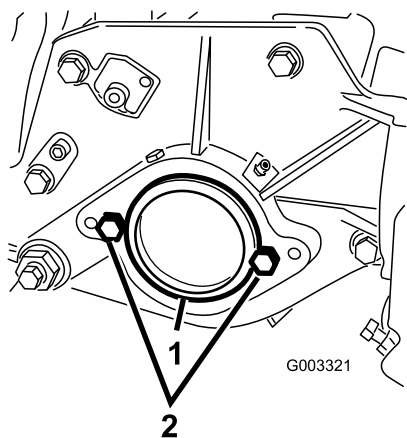

Рисунок 13
2. На правом конце режущего блока снимите пластиковую заглушку с корпуса подшипника (Рисунок 13).
3. Выверните 2 колпачковых винта из правой боковой пластины (Рисунок 13).
5. Установите, не затягивая, 2 монтажных винта двигателя барабана в левую боковую пластину режущего блока (Рисунок 13).